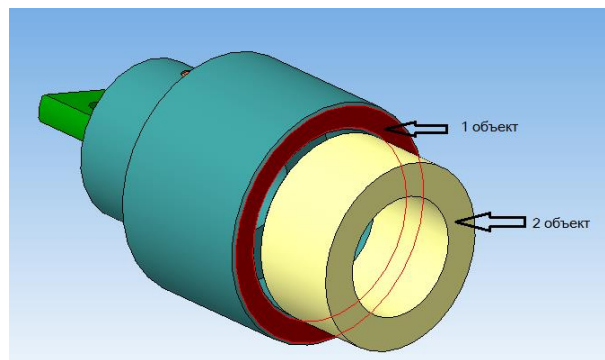

Рисунок 68.
31. В качестве первого объекта сопряжения укажите нижний торец корпуса, второго объекта - торец кольца (рисунок 68).